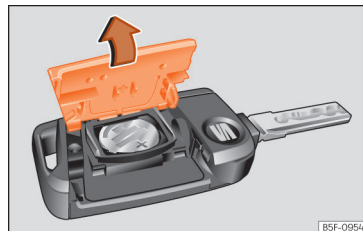

Abb. 65 Fahrzeugschlüssel: Deckel des Batteriefachs öffnen.
- Abdeckung auf der Rückseite des Fahrzeugschlüssels in Pfeilrichtung abnehmen »» (Abb. 65) , »» ①.